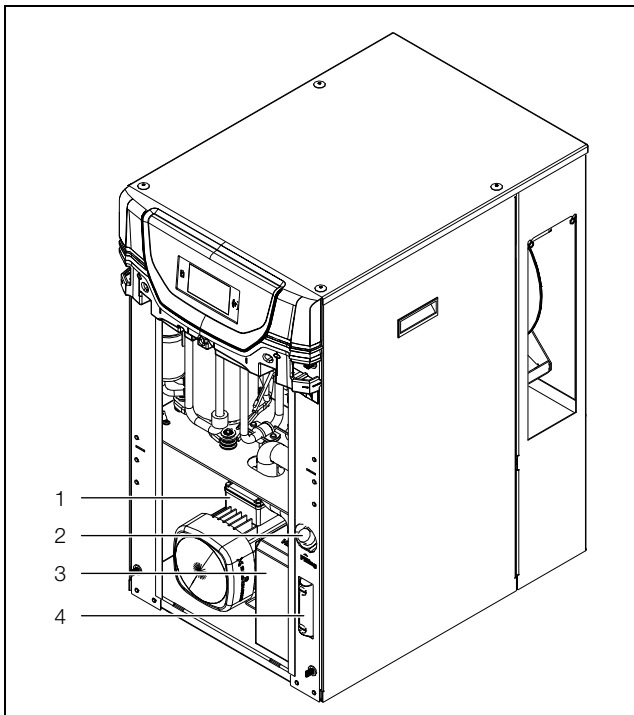

Imagen 41: Llenado del medio refrigerante
- Llene la chiller con medio refrigerante a través del tapón de llenado (imagen 41, pos. 2) del depósito.
- Controle el nivel de llenado a través de la mirilla (imagen 41, pos. 4).